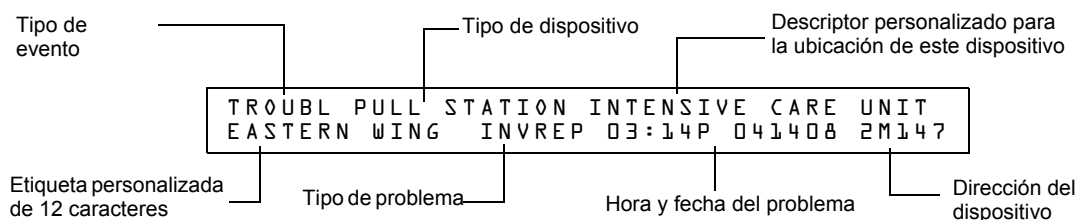

Figura 3.4 Mensaje de problema modelo
- Muestra TROUBL en el baner de estado en la pantalla LCD, como así también el tipo de problema e información específica del dispositivo, como se muestra en Figura 3.4 a continuación